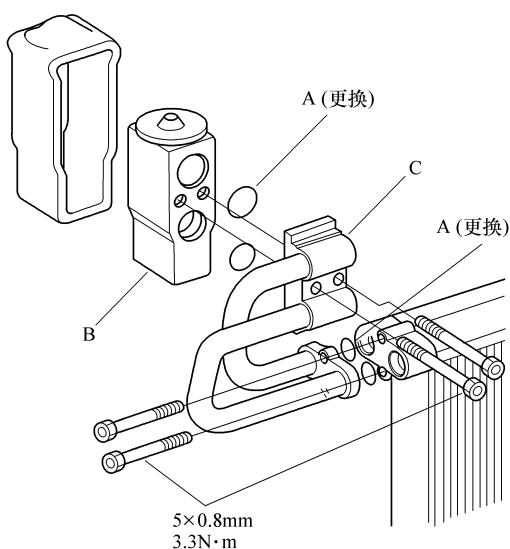

图 3-18 拆下膨胀阀
2) 从管 C 上拆下螺栓、O 形圈 A 和膨胀阀 B, 如图 3-18 所示。